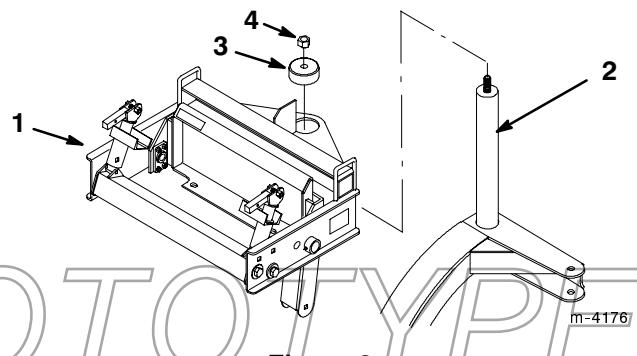

Figure 3
- Lubrifier l'axe qui surmonte le châssis de pivot (Fig. 3) avec une graisse anti-corrosion à base de sulfonate de calcium.
- Monter le châssis d'attelage sur l'axe qui surmonte le châssis de pivot (Fig. 3).
- Fixer le châssis d'attelage à l'aide d'un capuchon de pivot et d'un écrou de 19 mm (3/4") (Fig. 3).